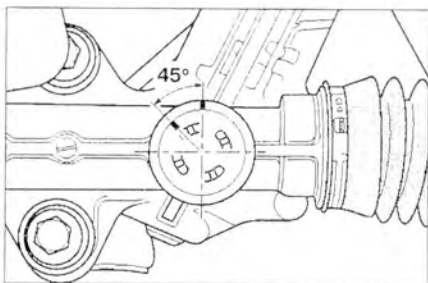

Рис. 7.18. Ослабьте регулировочный винт, прокрутив его на 45°.
17. Ослабьте регулировочный винт, прокрутив его на 45° (рис. 7.18).